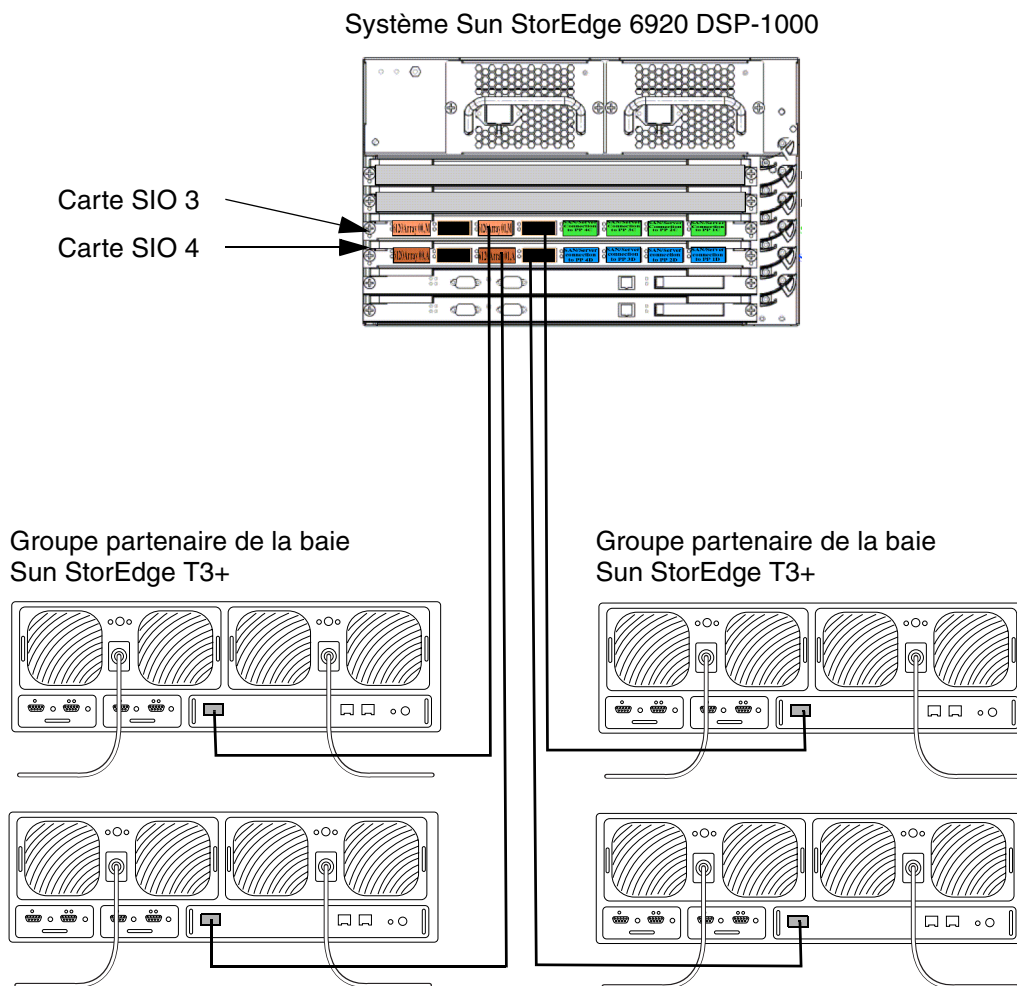

FIGURE 7 Câblage entre le DSP-1000 et les groupes partenaires de la baie T3+ dans une armoire de base 0 du système Sun StorEdge 6920
2. Connectez la terminaison Fibre Channel LC d'un câble du jeu de câbles 537-1035-01 (quatre câbles) aux baies Sun StorEdge T3+ et la terminaison Fibre Channel SC au DSP-1000 comme l'illustre la FIGURE 7.
- a. Une baie Sun StorEdge T3+ à l'extrémité LC d'un câble portant le libellé « DSP to Array-02 (M) ».
- c. Une autre baie Sun StorEdge T3+ à l'extrémité LC d'un câble portant la mention « DSP to Array-03 (M) ».
- e. L'extrémité SC du câble portant le libellé « DSP to Array-02 (M) » au port 6 carte 3 DSP-1000.
- g. L'extrémité SC du câble portant le libellé « DSP to Array-03 (M) » au port 5 carte 3 DSP-1000.